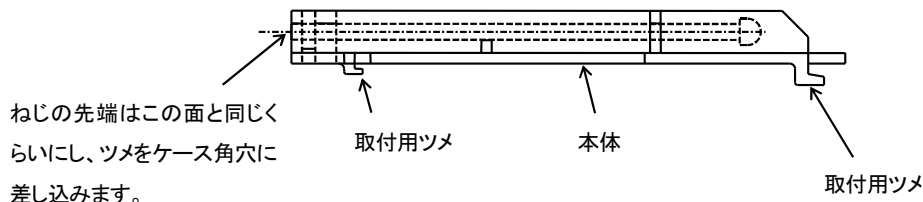

図 3.2 取付ユニット
- 1) 付属品の取付ユニットを、図 3.2 に従って準備します。